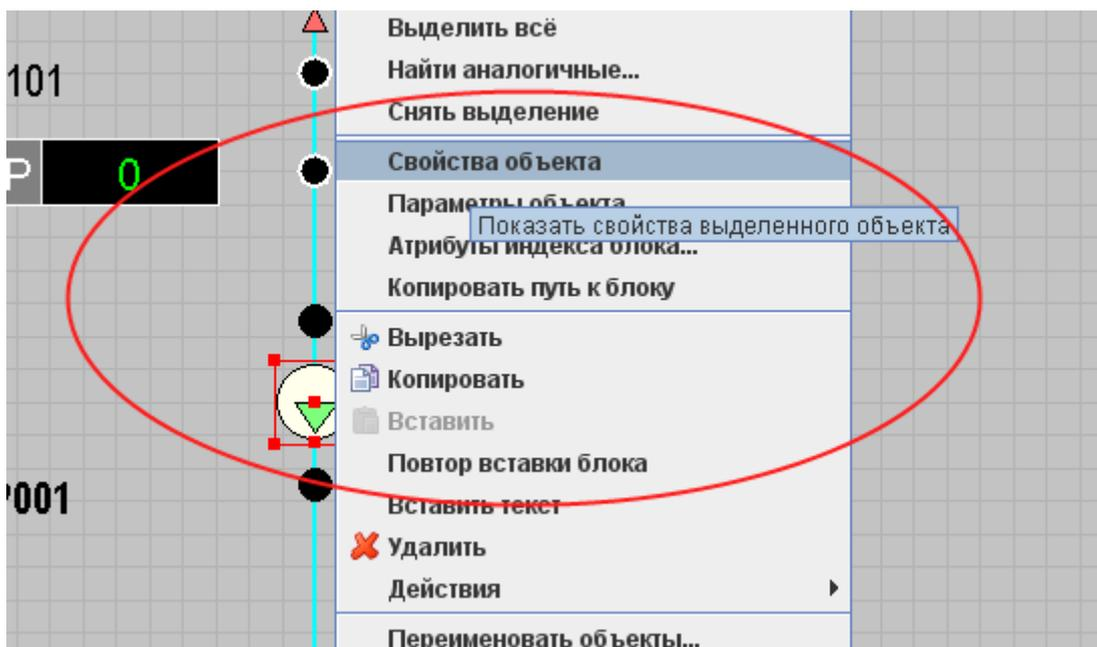

Рисунок 51 – Выбор свойств объекта
- произвести по нему двойной щелчок или нажать на нем правой кнопки мыши и в открывшемся меню выбрать пункт «Свойства объекта» (Рисунок 51 –);
- убедиться, что появилось окно редактора свойств элемента схемы (Рисунок 51 –).